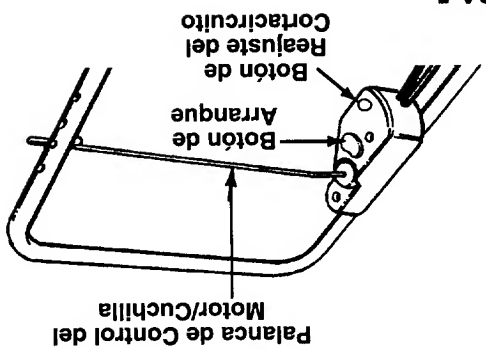

FIGURA 5.
**IMPORTANTE: SU CORTACÉSPED TIENE UN CONTROL DEL MOTOR/CUCHILLA. VEA LA FIGURA 5. SI EL CORTACIRCUITO SE DISPARA, REAJUSTE COMO SE INDICA EN LA SECCION DE MANTENIMIENTO.**